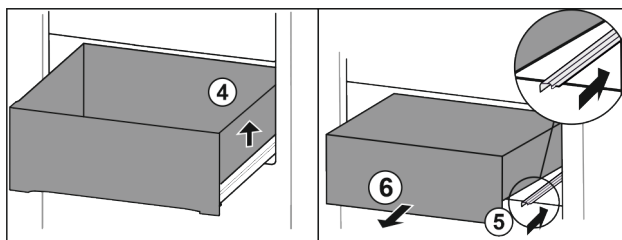

Fig. 16
- Підняти висувний ящик праворуч. Fig. 16 (4)
- Вставити праву рейку. Fig. 16 (5)
- Вийняти висувний ящик рухом вперед. Fig. 16 (6)